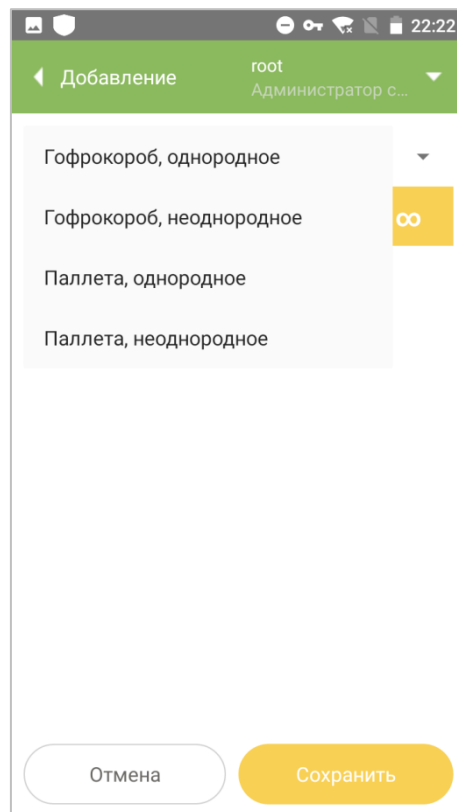

Рисунок 6.2
2. При необходимости изменить тип групповой упаковки, выбрав из выпадающего списка (Рисунок 6.2).